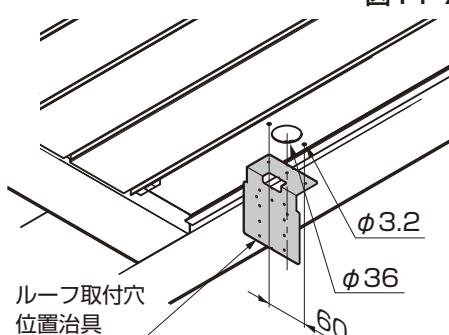

図11-79 A部詳細図
- ①ルーフ取付穴位置治具を樋にあて、 $\phi 3.2$ 、 $\phi 36$ の穴を樋下部にあけてください。(図11-79参照)
- ②アタッチメントパッキン、雨樋アタッチメントを樋に【6-1】で取付けてください。
- ③垂樋の長さを調節して、ドレンエルボ、92°エルボを取付けてください。